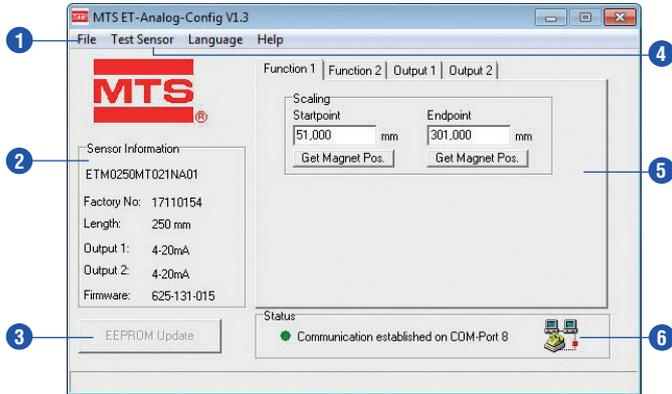

Fig. 29: MTS ET-Analog-Config V1.3, Function 1
Après démarrage du configurateur analogique, l'interface utilisateur Windows correspondant au capteur connecté s'ouvre, affichant les paramètres réglables (Fig. 29).
- ❶ Le menu **File**, permet d'enregistrer la configuration sur disque dur, de l'imprimer ou de la charger dans le capteur5. En outre, ce menu permet de revenir aux réglages usine (Fig. 29).
- ❷ Le panneau **Sensor Information** contient les paramètres invariables du capteur, qui sont lus automatiquement à la connexion du capteur. (Fig. 29).
- ❸ Toutes les modifications effectuées apparaissent sur fond noir. Lorsque l'on clique sur **EEPROM update**, les paramètres modifiés sont envoyés au capteur et stockés de façon permanente. Par la suite, les valeurs stockées sont affichées de nouveau sur fond blanc (Fig. 29).
- ❺ Les onglets de contrôle du panneau principal permettent l'affectation des fonctions aux sorties du capteur. La plage de mesure des fonctions est déterminée dans **Scaling** (Fig. 29).
- ❻ **Status** indique que la connexion du capteur s'est effectuée avec succès (Fig. 29).